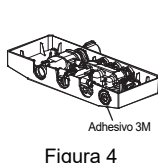

Figura 4
- Retire el tornillo de cobre de la parte trasera y retire el adhesivo 3M (Figura 4).
- Rimuovere la vite in rame sul lato posteriore e togliere l'adesivo 3M (Figura 4).